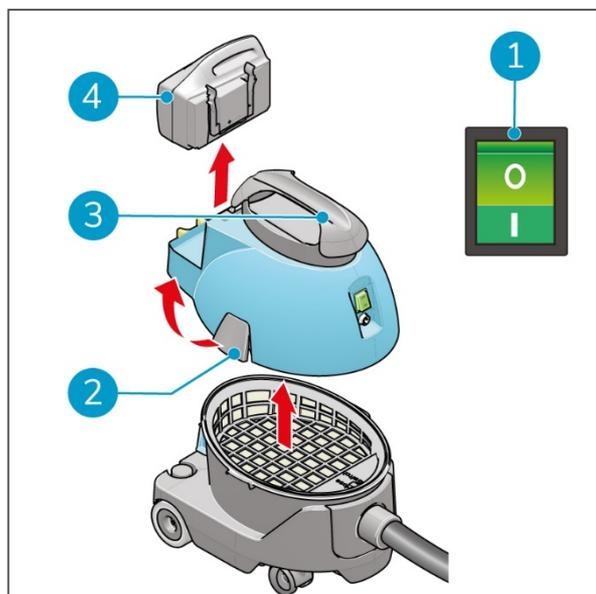

Figure 22
1. Éteignez l'i-vac® 5B à l'aide de l'interrupteur ON/OFF (Figure 22, pos. 1).
2. Retirez la batterie (Figure 22, pos. 4).
3. Ouvrez les loquets (Figure 22, pos. 2).
4. Soulevez le capot par sa poignée (Figure 22, pos. 3).